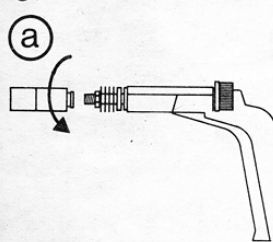

fig 2
2. Fermer le robinet (c) en tournant le volant (d) de la gauche (+) vers la droite (-) (fig. 2).